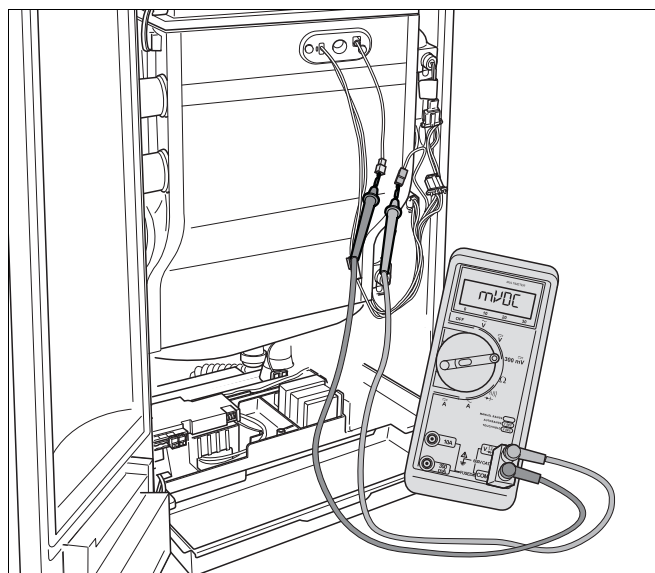

Fig. 89 Måling af ioniseringsstrøm
- Slut måleapparatet til i serie (fig. 89). Vælg μA -jævnstrømsområdet på måleapparatet. Måleapparatet skal have en opløsning på min. $1 \mu\text{A}$.